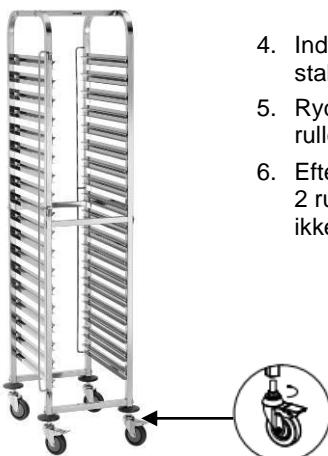

Fig. 3
- Ryddevognen kan nivelleres ved at justere rullehjulene, (**fig. 3**).